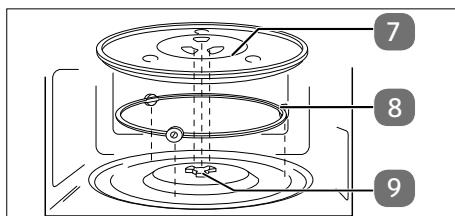

Fig. 5 – Installation du plateau tournant en verre
- ▶ Placez l'anneau à roulettes dans le renflement prévu à cet effet dans le four à micro-ondes, puis posez le plateau tournant en verre au centre sur l'arbre d'entraînement (voir (voir Fig. 5)) de façon à ce que les barrettes du plateau tournant en verre se placent entre les branches de l'arbre d'entraînement.